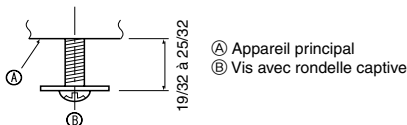

Fig. 9-5
9.4.1. Préparatifs (Fig. 9-5)
- Installer les deux vis livrées, munies des rondelles d'étanchéité ②, dans l'appareil principal (dans le coin de la zone du tuyau d'écoulement et dans le coin opposé) comme indiqué sur le schéma.